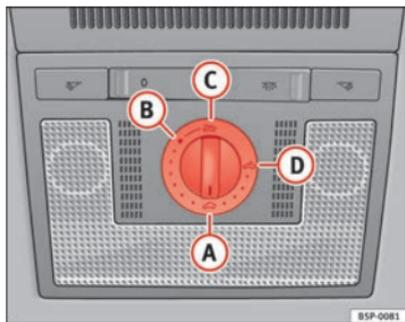

Fig. 68 Dettaglio del rivestimento interno del tetto: manopola del tettuccio scorrevole / sollevabile
- Ruotare la manopola sulla posizione **A** ⇒ fig. 68 ⇒ ⚠.